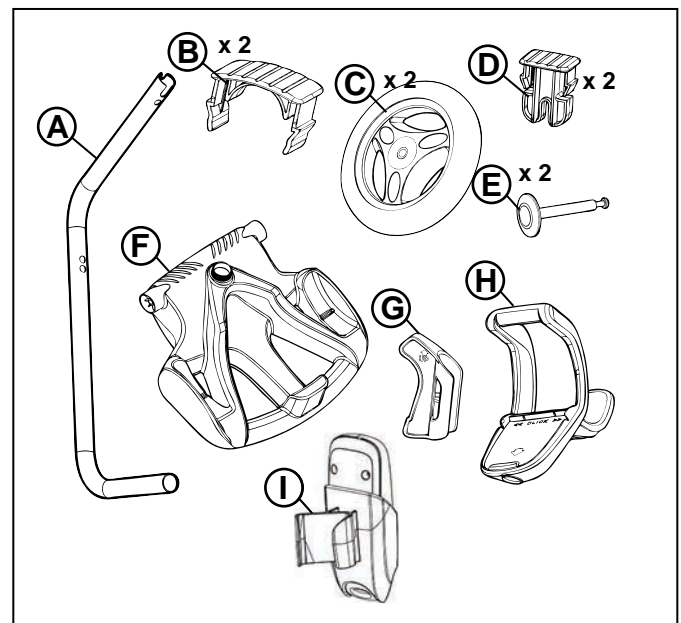

Figure 1. Pièces d'assemblage du chariot de transport
- Pièces d'assemblage du chariot de transport et de rangement (Figure 1)